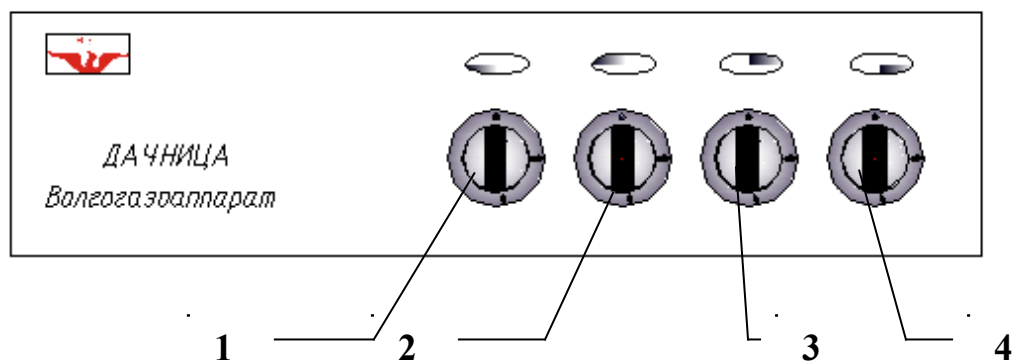

Рис. 3. ПАНЕЛЬ УПРАВЛЕНИЯ
6.7. Управление работой горелок осуществляется ручками расположенными на панели плиты (рис. 3). На панели управления нанесены условные знаки, указывающие расположение горелок.